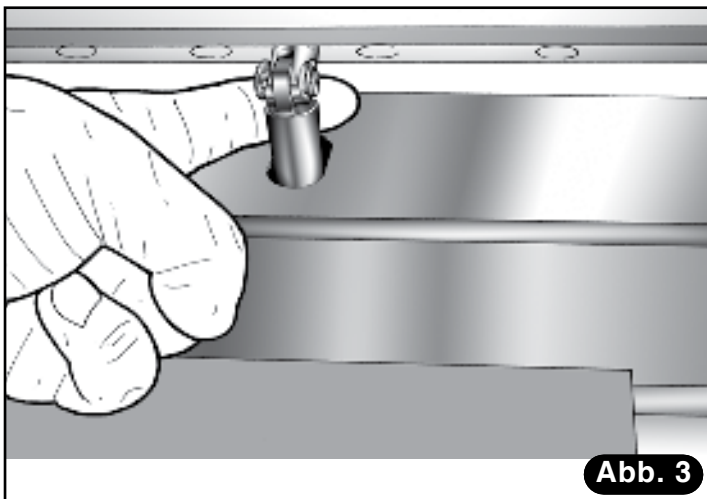

Abb. 3
- 2) Elastischen Ring vom Befestigungsstift des Kolbens entfernen (**Abb. 3**).